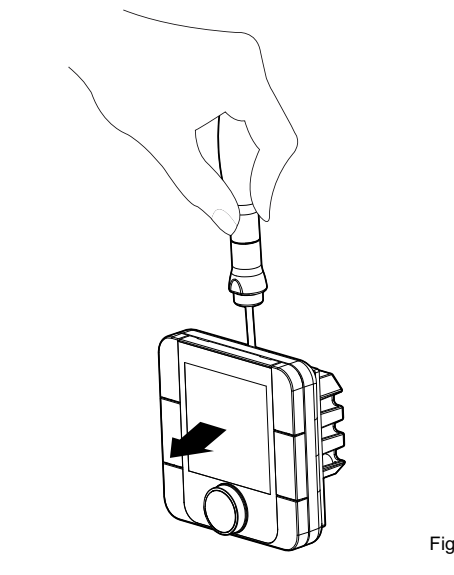

Fig. 1
1. отделите фронтальную часть терминала от тыльной при помощи отвертки (Рис.1);
1. detach the front from the rear of the terminal using a screwdriver (Fig. 1);
Insert a screwdriver into the slot at the top (Fig. 1) and press downwards to detach the display.